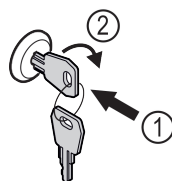

Fig. 167
- ▶ Insérer la clé Fig. 167 (1).
- ▶ Tourner la clé à 90° dans le sens horaire Fig. 167 (2).